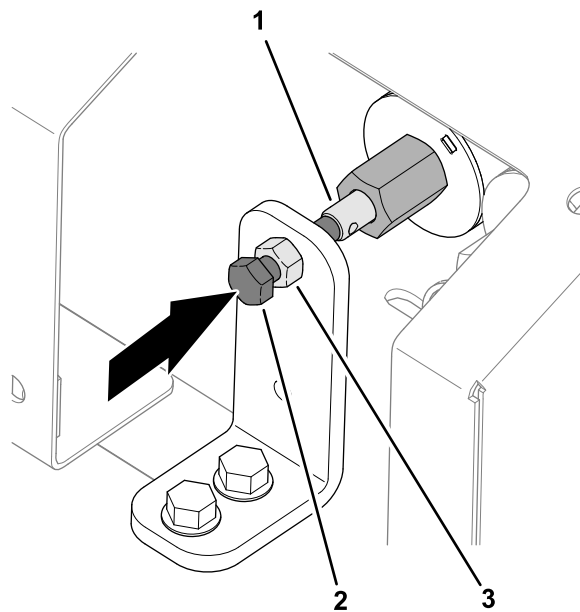

Figure 35
- 1. Desserrez l'écrou de blocage sur le support de commande manuelle (Figure 35).
- 2. Tournez la vis à tête hexagonale de la vanne dans le sens horaire pour accroître la vitesse de la bande (Figure 35).